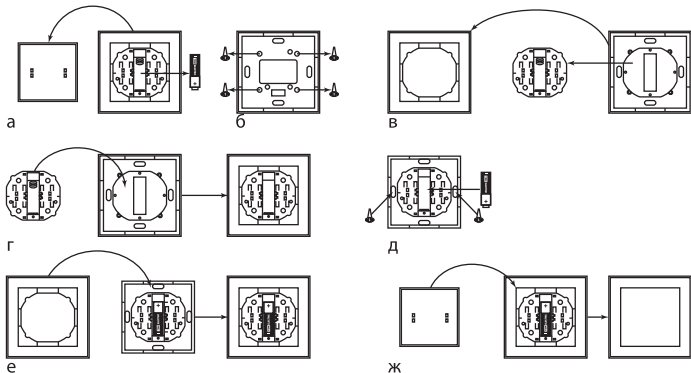

Рисунок 2. Монтаж радиовыключателей PB1, PB2 при помощи саморезов
5.2.1. Снять верхнюю крышку с выключателя и вытащить элемент питания (рисунок 2а).
5.2.2. Открутить на основании выключателя 4 крепежных шурупа (рисунок 2б).
5.2.3. Снять декоративную рамку (рисунок 2в).
5.2.4. Установить механизм выключателя обратно в основание, закрутить шурупы обратно (рисунок 2г). При установке механизма необходимо учитывать его первоначальное расположение на основании
5.2.5. Вставить в механизм выключателя элемент питания LR23A 12V, в соответствии с указанной полярностью, прикрутить основание выключателя к монтажной плоскости (рисунок 2д), надпись «UP» с задней стороны радиовыключателя должна быть сверху.
5.2.6. Установить декоративную рамку обратно на выключатель и закрепить ее на выключателе нажатием до щелчка (рисунок 2е).
5.2.7. Установить обратно верхнюю крышку (рисунок 2ж), радиовыключатель готов к использованию.
5.3.1. Снять верхнюю крышку с выключателя (рисунок 2а).
5.3.2. Вставить в механизм выключателя элемент питания LR23A 12V, в соответствии с указанной полярностью, прикрепить выключатель к монтажной поверхности при помощи двухстороннего скотча (рисунок 2е), надпись «UP»
5.3.3. Установить обратно верхнюю крышку (рисунок 2ж), радиовыключатель готов к использованию.